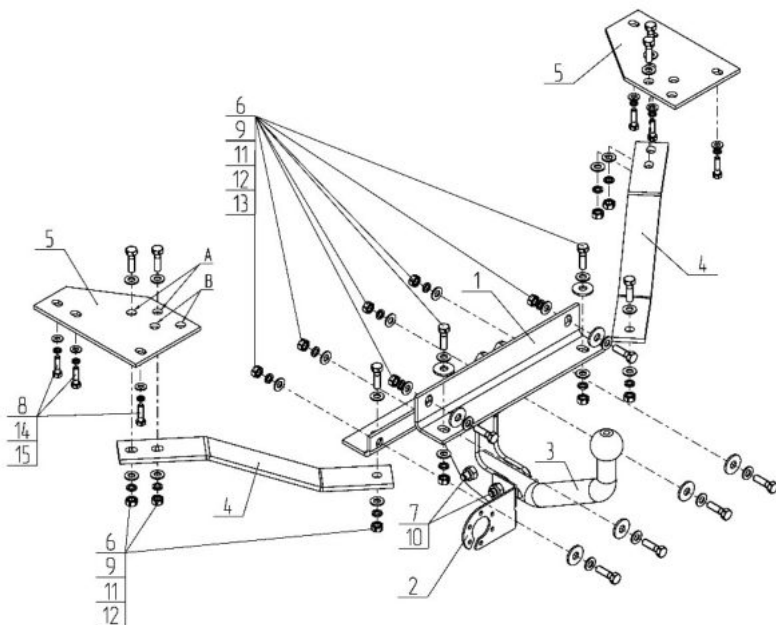

Рис.1 Установка на автомобиль
- Установите детали (поз.4,5), с помощью крепежных элементов, показанных на Рис.1. Для модели S40 используйте отверстия А, для V50 – отверстия В. Крепеж не затягивать.